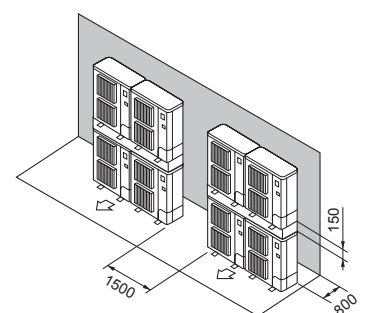

Fig. 2-19
- ⑦ Disposición de unidad apilada (Fig. 2-19)